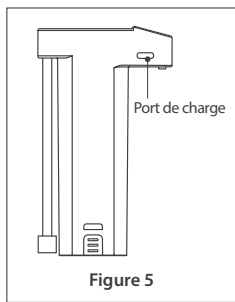

Figure 5
- Anzeige auf dem Display des Systems blinkt rot, um einen niedrigen Akkustand anzuzeigen, und laden Sie das System mit einem 5V=2A-Adapter und einem USB-Typ-C-Kabel, das Sie in einen seitlichen Ladeanschluss der Wasserpumpeneinheit stecken. (Abbildung 5)
- L'indicateur d'alimentation sur l'écran d'affichage du système clignote en rouge pour signaler une batterie faible, et chargez le système en utilisant un adaptateur 5V=2A et en insérant un câble USB de type C dans un port de charge latéral de l'unité de pompage d'eau. (Figure 5)